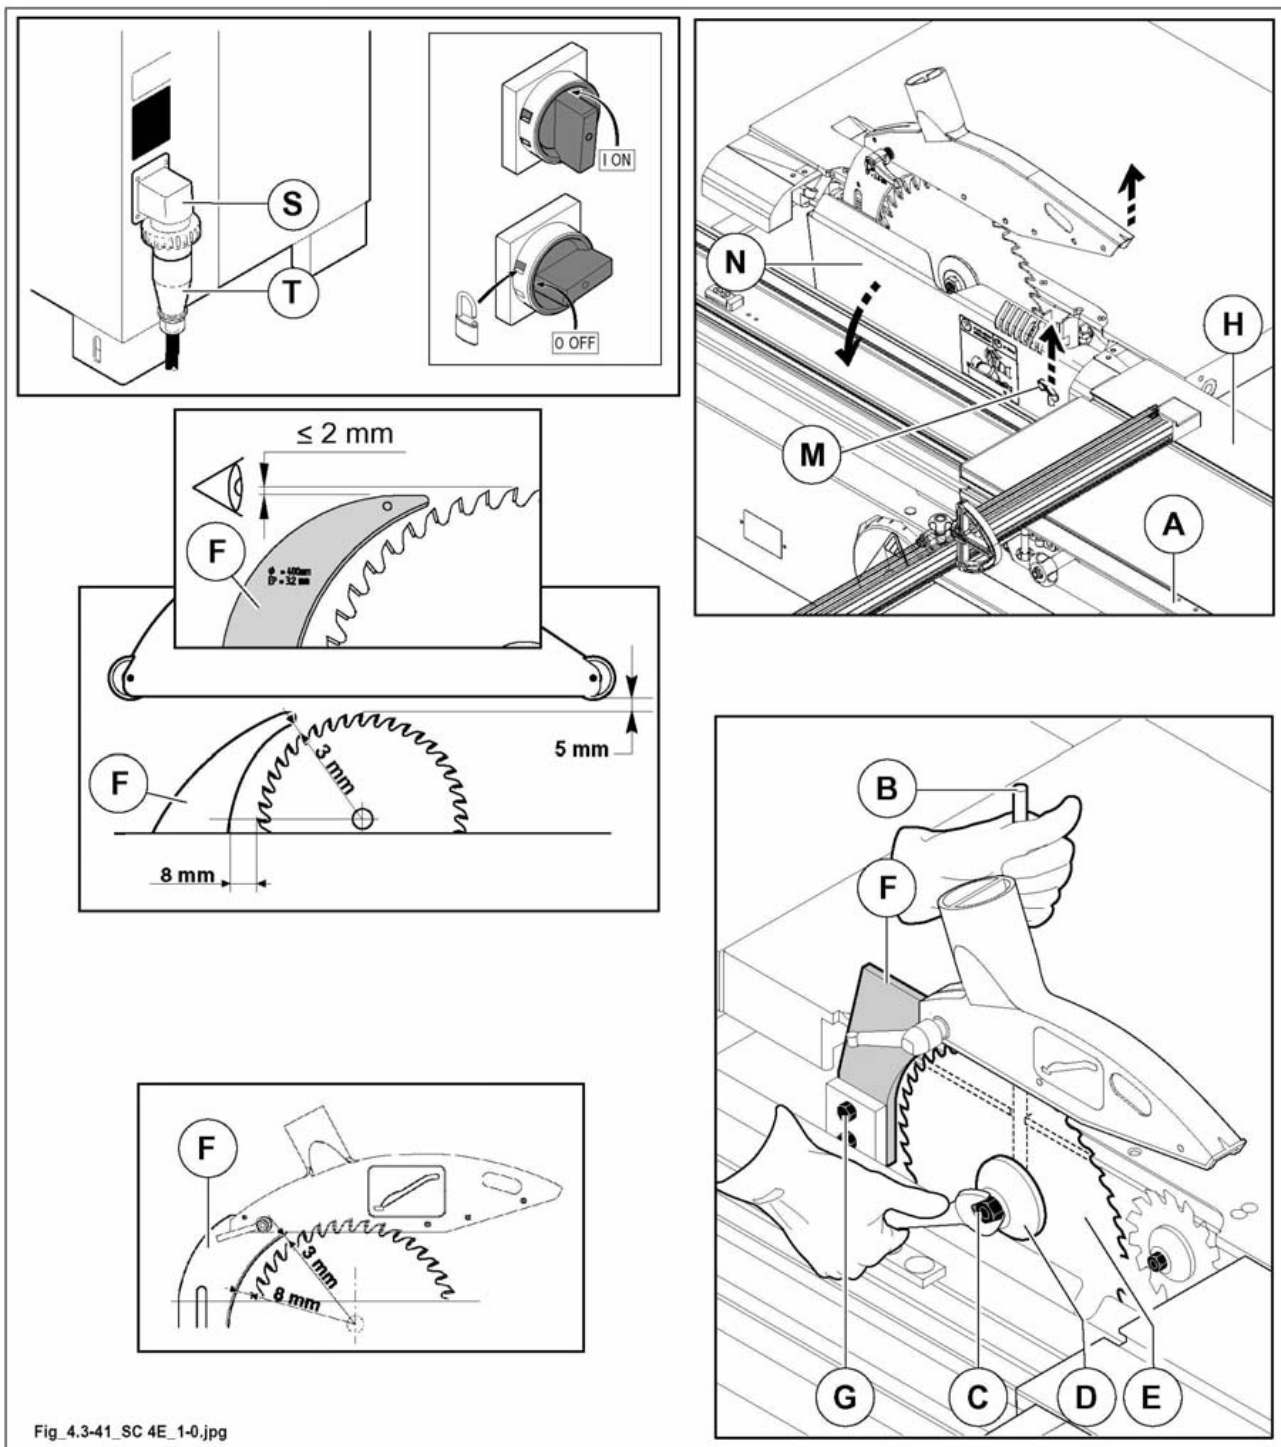

Abb. 4.3-41
- 2) Positionieren Sie den Winkelrahmen (A Abb.4.3-41) wie in der Abbildung gezeigt wird und schieben Sie den Waggonschlitten (H Abb.4.3-41) ganz nach rechts.
- 3) Heben Sie der Hebel (M Abb.4.3-41) an und öffnen Sie die Schutzvorrichtung (N Abb.4.3-41).
- 4) Den Bolzen (B Abb.4.3-41) in das Loch auf der Riemenscheibe der Sägenwelle einsetzen.
das Anlassen des Sägemotors wird durch einen Endschalter verhindert wenn Schutzdeckel (N Abb. 4.3-41) offen ist.
die Feststellmutter (C Abb. 4.3-41) des Sägeblattes hat ein linksgängiges Gewinde und ist zum Heraus-schrauben nach rechts zu drehen.
- 5) Die Feststellmutter (C Abb. 4.3-41) mit dem 24-mm-Inbusschlüssel lösen und den Flansch (D Abb. 4.3-41) entfernen.
- 6) Montieren Sie hintereinander folgende Teile: Säge (E Abb. 4.3-41), Flansch (D Abb. 4.3-41) Mutter (C Abb. 4.3-41) (zur Vermeidung von Vibrationen sind die Flansche vor Montage des Sägeblattes gründlich zu säubern).
- 7) Die Mutter mit dem 24-mm-Schlüssel unter Verwendung des Zapfens (B Abb. 4.3-41) anziehen.
- 8) Die Höheneinstellung des Zerteilmessers (F Abb. 4.3-41) durch lockern der Mutterschraube (G Abb. 4.3-41) einstellen.
aus Sicherheitsgründen Schutzdeckel (N Abb. 4.3-41) schliessen, andernfalls: